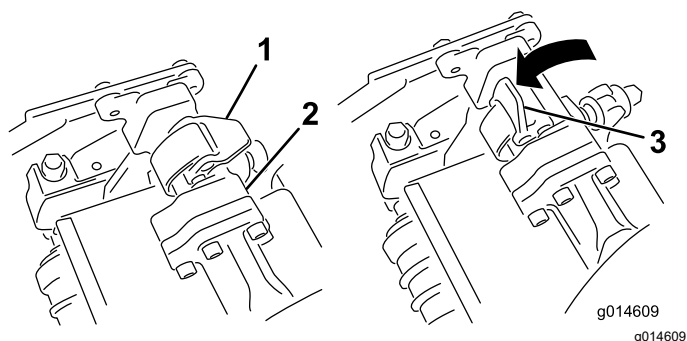
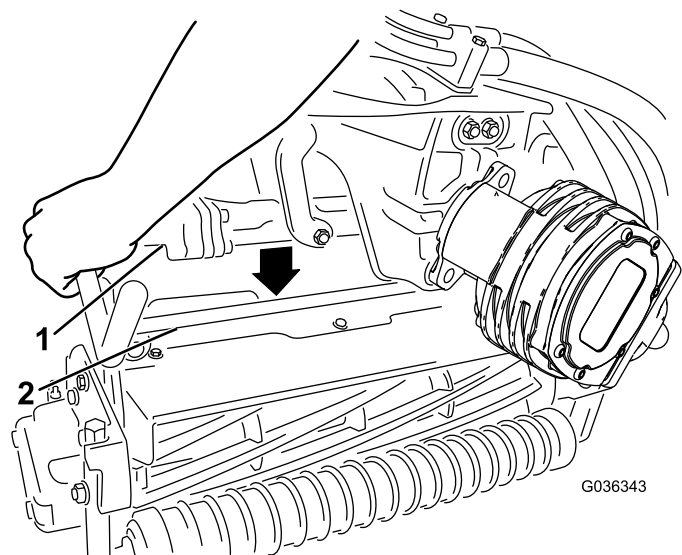

Figure 51
Figure 52
4. Les verrous de la barre du bras de suspension étant orientés en haut (c.-à-d. ouverts) (Figure 51), poussez le bras de suspension vers le bas pour engager la barre sur la barre transversale au sommet de l'unité de coupe (Figure 52).
5. Fermez les verrous autour de la barre de l'unité de coupe et bloquez-les en place (Figure 51).
5. Ouvrez les verrous sur la barre du bras de suspension de l'unité de coupe que vous voulez déposer (Figure 51).